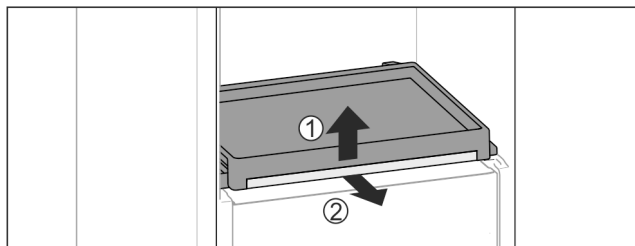

Fig. 132
- Rimuovere il ripiano estraibile con ripiano di vetro: sollevare leggermente in avanti il ripiano di vetro Fig. 132 (1) e tirarlo in avanti Fig. 132 (2).